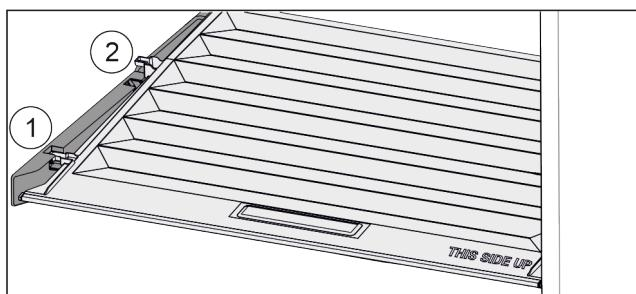

Fig. 145
► 将盖子向前拉 Fig. 145 (1)至定位件开口。
► 从下方抬起后端并向上将其移出 Fig. 145 (2)。